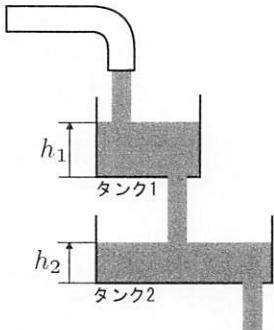

図 2-1
- (1) 図 2-1 に示すようなタンクシステム（液位系）を考える。タンク i ($i = 1, 2$) の液位を h_i 、断面積を A_i 、流入量を v_i^{in} 、流出量を v_i^{out} とする。各タンクの流入出量および液位の変化に関して $A_i \frac{dh_i}{dt} = v_i^{\text{in}}(t) - v_i^{\text{out}}(t)$, $v_i^{\text{out}}(t) = a_i \sqrt{2gh_i(t)}$ が成り立つ。ただし g は重力加速度、 a_i はタンク i の流出路断面積である。